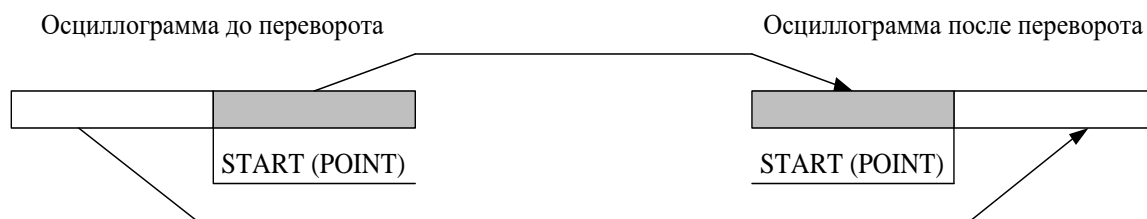

Рисунок 8.5
**Внимание!** Протокол связи «MP-СЕТЬ» обеспечивает считывание осциллограмм из массива данных в циклическом режиме (рисунок 8.5), при этом в зависимости от того, в какой сектор кольцевого цикла («Вариант I» или «Вариант II») попала искомая осциллограмма адрес аварии (BEGIN) может быть больше или меньше адреса начала блока текущей осциллограммы (POINT). При чтении осциллограммы область «Резерв» в массиве данных должна быть исключена.